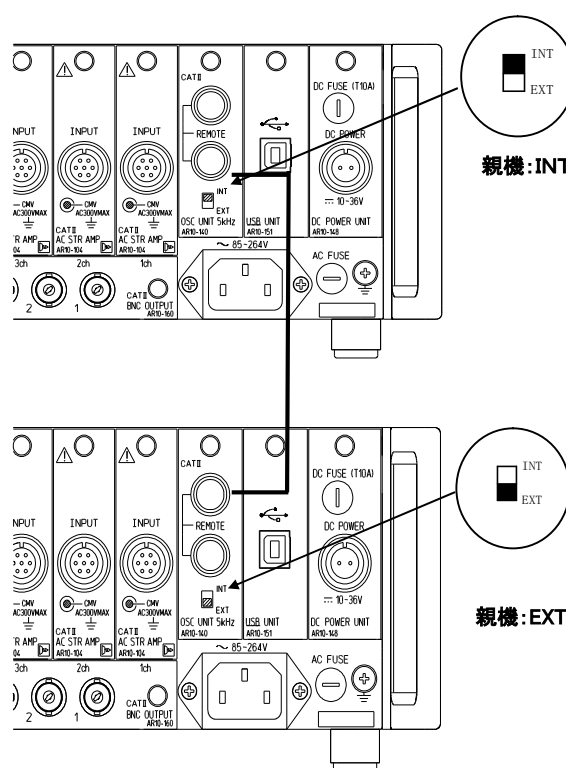

図3-3:複数台のケース接続
AR10-104(ACストレンアンプ)実装のケースが二つ以上にわたるときには、ケース間の同期が必要になります。図3-3のようにケース背面部のインタフェースコネクタをオプションの同期ケーブル(AR10-401)で接続すれば、ケース間の同期がとれます。ケース同士を接続し、本体ケース全体で1ユニットのみOSCユニット⑥の同期切替えスイッチを”INT”とし、他を全て”EXT”にしてください。(ブリッジ電源周波数の異なる機種は同期がとれません)。本ケースのブリッジ電源周波数は5kHzです。